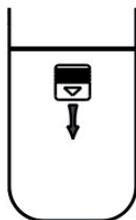

рис. 1
1. Отсоедините крышку отсека для батарей (рис. 1).